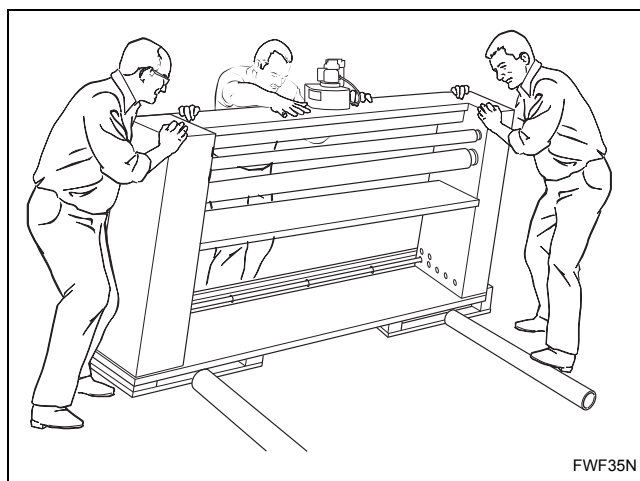

Рис. 6
5. Положите два ролика на землю рядом с гладильной машиной. См. Рис. 6.
7. Медленно спустите гладильную машину с поддона на первые два ролика, следя за выравниванием агрегата. См. Рис. 6.